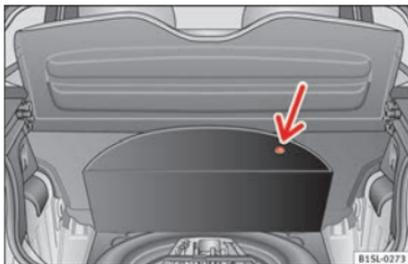

Fig. 77 Na bagageira: revestimento do piso levantado.
As ferramentas de bordo, o pneu suplente, a roda de emergência e o kit antibloqueio encontram-se na bagageira, debaixo do revestimento do piso » **Fig. 77**.
- Levante o revestimento do piso pelas extremidades (seta) » **Fig. 77**.